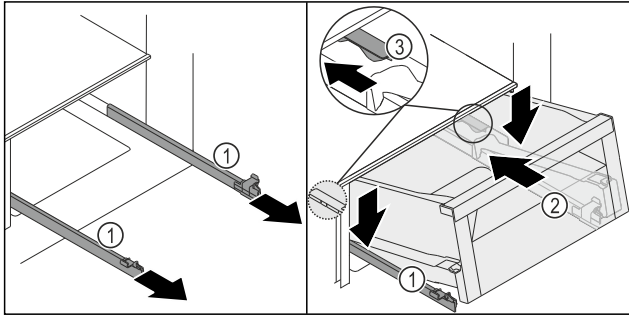
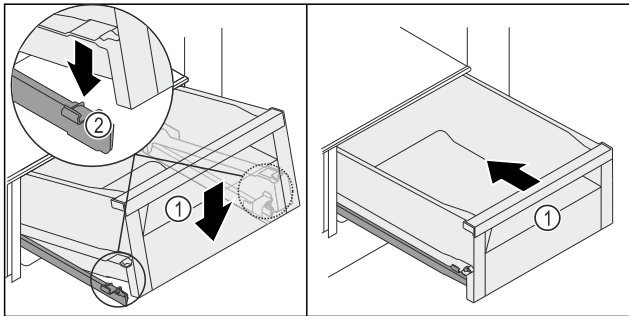

Fig. 196
Fig. 197
- Schienen Fig. 196 (1) festhalten und Schubfach Fig. 196 (2) von oben hinter dem Stopper Fig. 196 (3) auf den Schienen Fig. 196 (1) aufsetzen.
- Schubfach Fig. 196 (2) auf den Schienen Fig. 196 (1) bis zum Anschlag nach hinten schieben.
- Schubfach Fig. 196 (2) vorne absenken, so dass Schubfach links und rechts in die Klemme Fig. 197 (2) rutscht.
- Schubfach Fig. 197 (1) rastet hörbar ein.
- Schubfach Fig. 197 (1) einschieben.